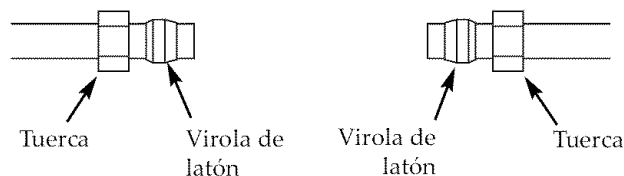

Figura 8
7. Coloque una tuerca y una virola de latón de las uniones de compresión en cada extremo de la tubería. (Vea la Figura 8.)